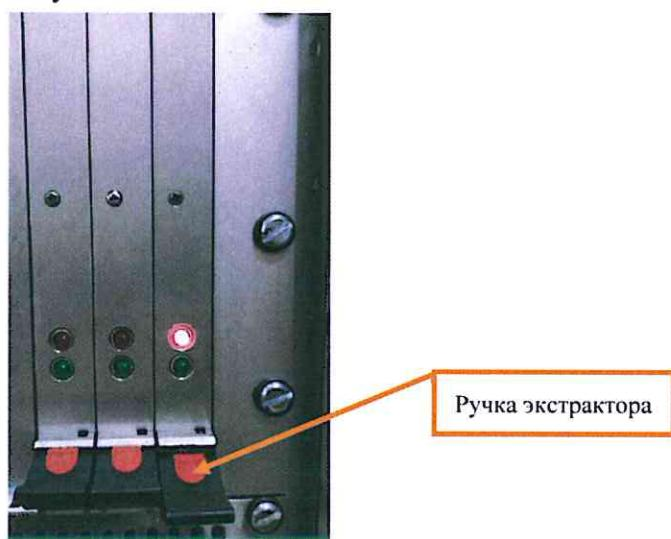

Рисунок 8. Ручка экстрактора модуля МИП
7.2.3 Перевести ручку экстрактора модуля МИП соответствующего канала в нижнее (отключенное) положение (Рисунок 8), руководствуясь рабочей документацией.
7.2.9 Перевести ручку экстрактора модуля МИП соответствующего канала в верхнее (включенное) положение (Рисунок 8).